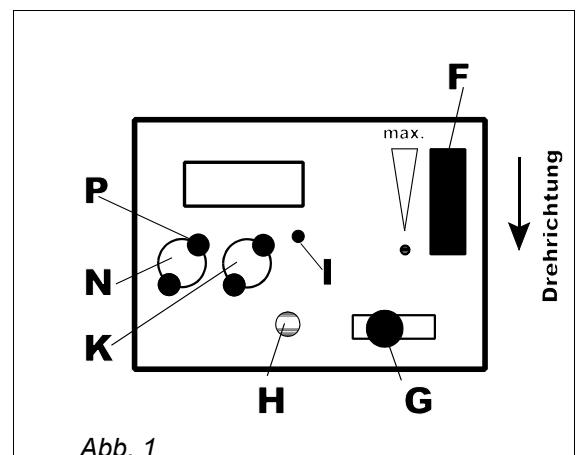

Abb. 1
- ▶ Taster (K) oder (N) drücken. Steht kein Druck an, erlischt die rote Warn-LED (I) und die LED „Druck“ (P) leuchtet. Das Gerät befindet sich nun im Druckmess-Modus.
- ▶ Erlischt die rote Warn-LED (I) **nicht**, muss der Druck vom Prüfgerät abgelassen werden. Hierzu den Druckregler (F) bis zum Anschlag in Pfeilrichtung drehen. Danach den Drehknopf (G) in Position „Druck p offen“ stellen und den Druckknopf „Druckablass“ (H) betätigen (siehe Abb. 1).
- ▶ Taster (K) oder (N) nochmals drücken, damit die Warn-LED (I) erlischt.